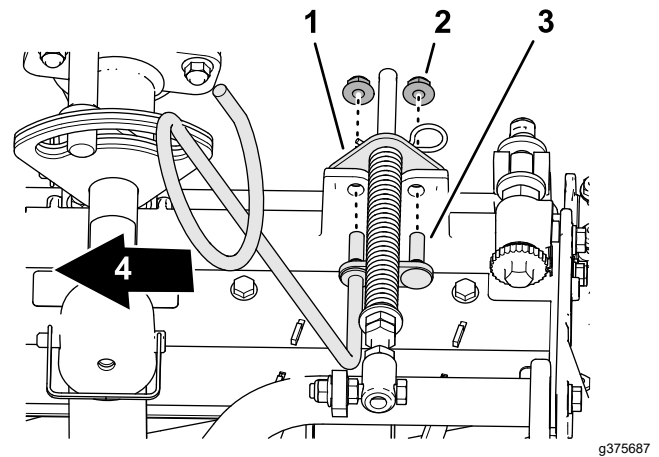

Figura 11
5. Aliniai tifturile ghidajului pentru furtunul din stânga cu orificiile cadrului unităii de tăiere i suportul de compensare pentru gazon (Figura 11).